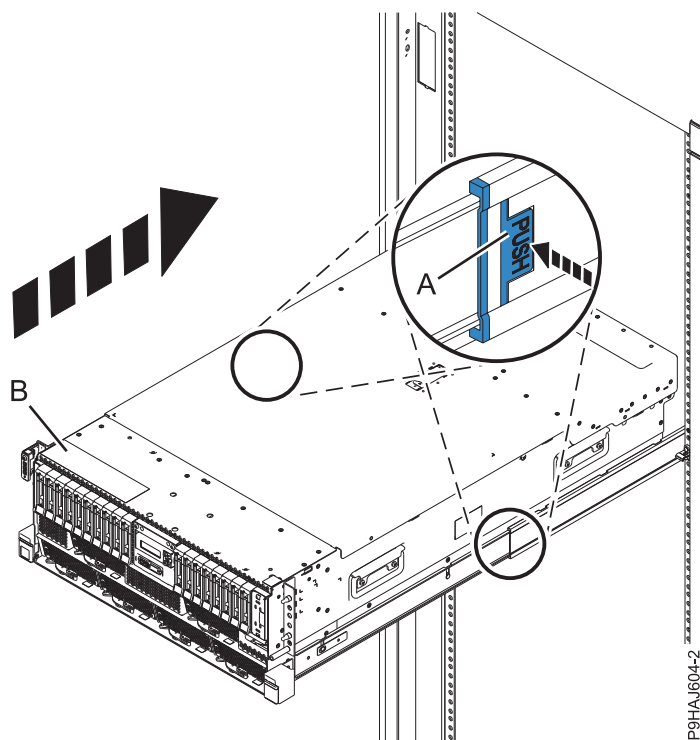

Abbildung 39. System in die Betriebsposition bringen
2. Entsperren Sie bei einem Einschubsystem die blauen Schienensicherheitsverriegelungen (A), indem Sie sie nach innen drücken (siehe Abb. 39 auf Seite 56). Stellen Sie sicher, dass sich die Kabelträger frei bewegen können. Stellen Sie sicher, dass sich die Kabel an der Rückseite des Systems nicht verfangen, wenn Sie die Systemeinheit in die Betriebsposition bringen.